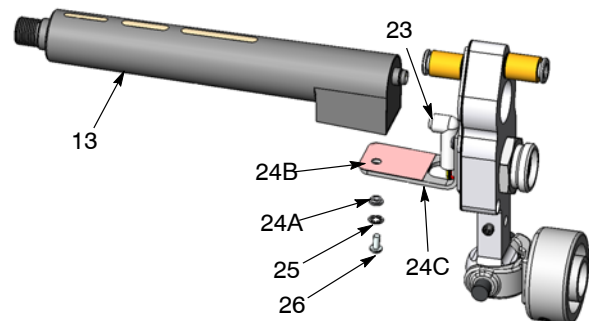

Figura 32 Sustitución del multiplicador
4. Ver la figura 32. Retirar el tornillo (26) y la arandela de seguridad (25), después retirar el multiplicador (13) del soporte (24C).
5. Desconectar el enchufe del cableado (23) del multiplicador.